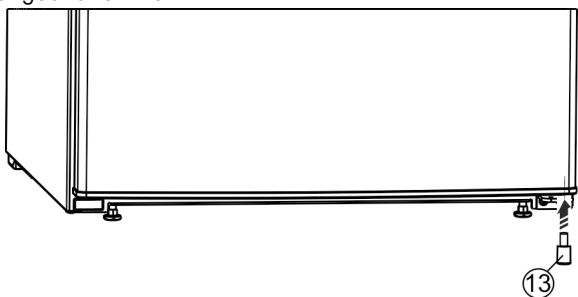

Fig. 26 \*
- ▶ Sett inn avstandsdelen Fig. 26 (13) igjen nede til høyre i døren, da den er viktig for apparatets stabilitet.\*